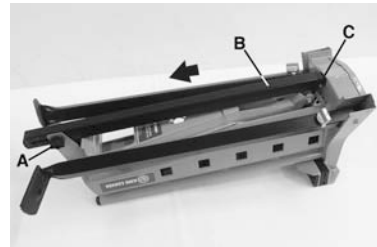
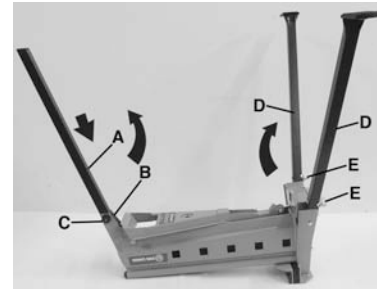
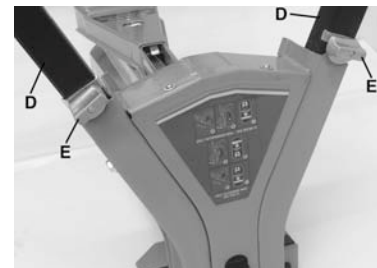

FIGURE 1
FIGURE 2
FIGURE 3
Retirez soigneusement le poste de travail de la boîte. Positionnez la partie supérieure du poste de travail sur le plancher avec ces jambes vers le haut. Voir Fig.1.
- 1) Desserrez le bouton de verrouillage (A) Fig.1 de la jambe arrière.
- 2) Glissez la jambe arrière (B) hors du trou de rangement (C).
- 3) Soulevez légèrement puis faites glisser la jambe arrière (A) Fig.2 vers l'avant du poste de travail. Ensuite, soulevez la jambe arrière en position verticale. Positionnez la jambe arrière dans l'ouverture du châssis (B) et serrez le bouton de verrouillage de la jambe arrière (C).
- 4) Soulevez les deux jambes avant (D) Fig.2 et les verrouiller en utilisant les boutons de verrouillage (E). Tournez les boutons de verrouillage d'un demi-tour jusqu'à ce que la partie ronde de chaque bouton de verrouillage serre contre le boîtier. Voir Fig.3.